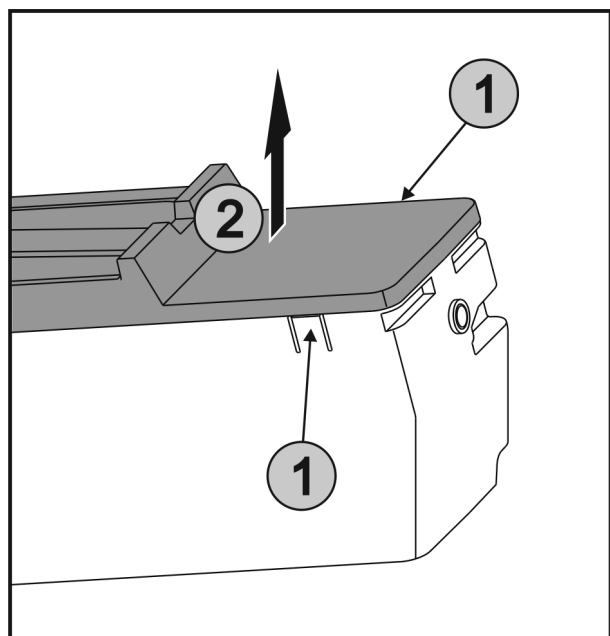

Fig. 38
- Appuyer simultanément sur les languettes Fig. 38 (1) des deux côtés de l'EasyTwist-Ice et retirer le couvercle Fig. 38 (2) vers le haut.